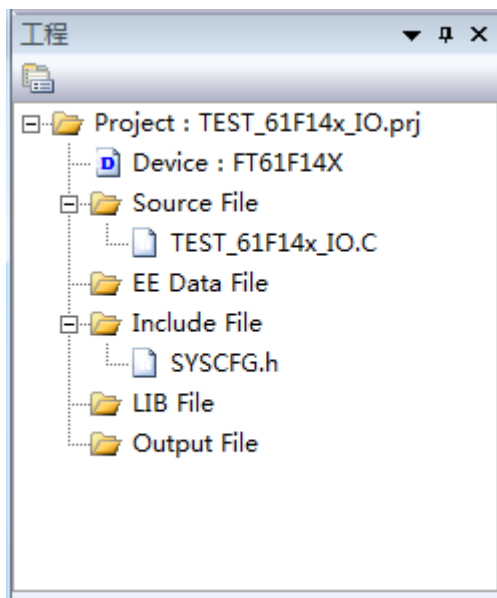

图 2-2 工程区
- 工程区：显示工程信息，如图 2-2 所示，包括工程名、器件名、源文件、数据文件、头文件、引用文件及输出文件。双击文件名可以打开并查看该文件。